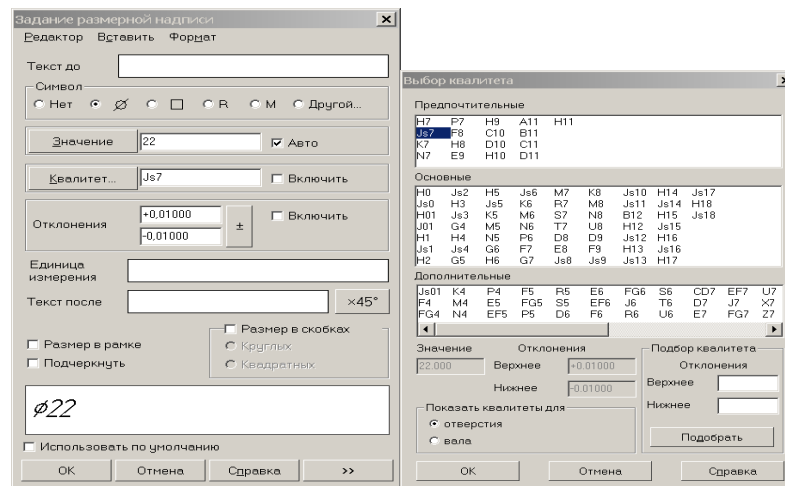

Рисунок 9.13 – Додавання квалітету
4. Для додавання квалітету до розмірного числа, клацніть на кнопці **Квалітет**, у діалоговому вікні виберіть потрібний із кращих (у системі отвору), натисніть **ОК**. Задайте положення розмірної лінії і розмірному напису (рис. 9.13).